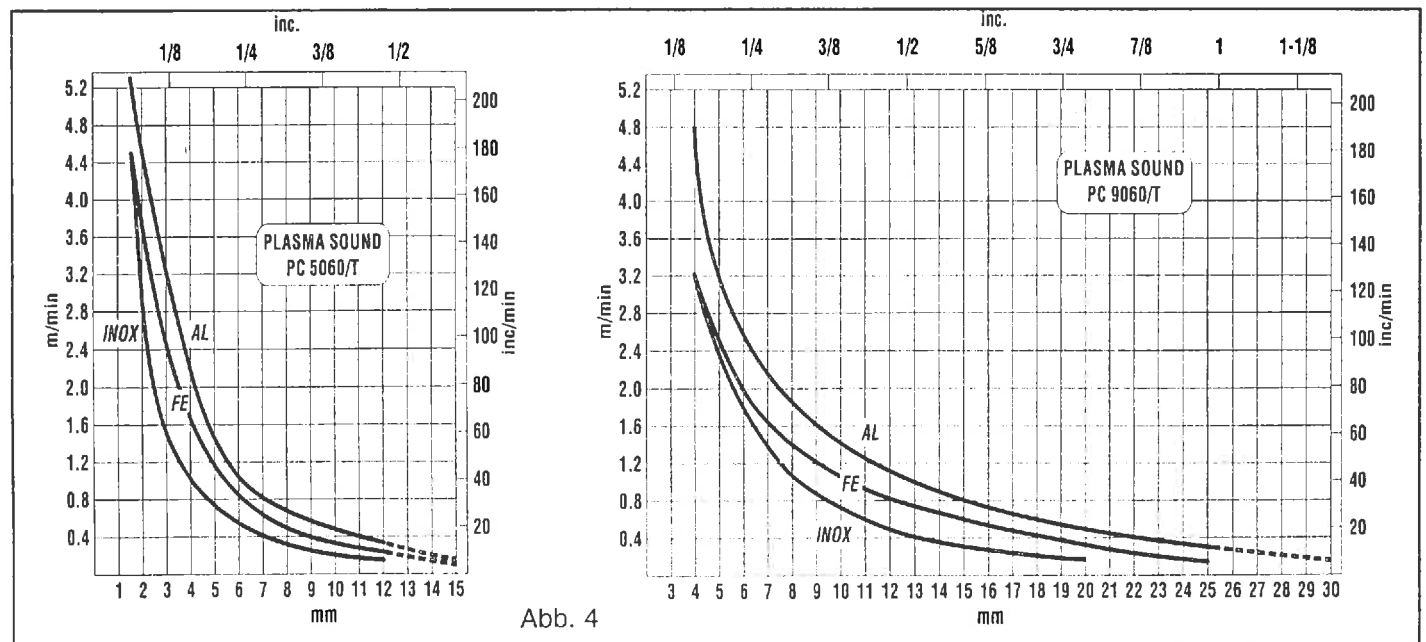

Abb. 4
- Werkstückdicke zu groß (siehe das Schneidgeschwindigkeitendiagramm in Abb. 4)